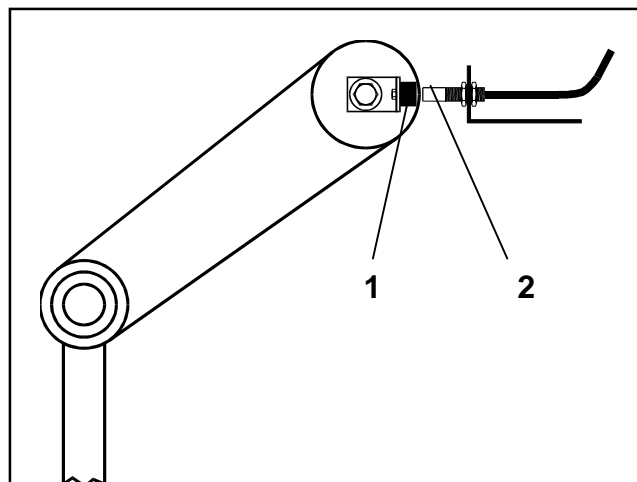

Fig. 16
- Magneten (Fig. 16/1) monteres på en maskindel, med den medleverede skrue af ikke magnetisk materiale, f.eks. messingskrue eller V4A, der ændrer sin position fra transport til arbejdsstilling og omvendt, f.eks. traktorens trepunkshydraulik.
- Føler (Fig. 16/2) med den vedlagte holder, skal monteres på en fastsiddende maskindel overfor magneten. **I maskinens arbejdsstilling skal magneten befinde sig direkte overfor føleren.** Når maskinen er i arbejdsstilling lyser den lodrette pil i displayets venstre kant.